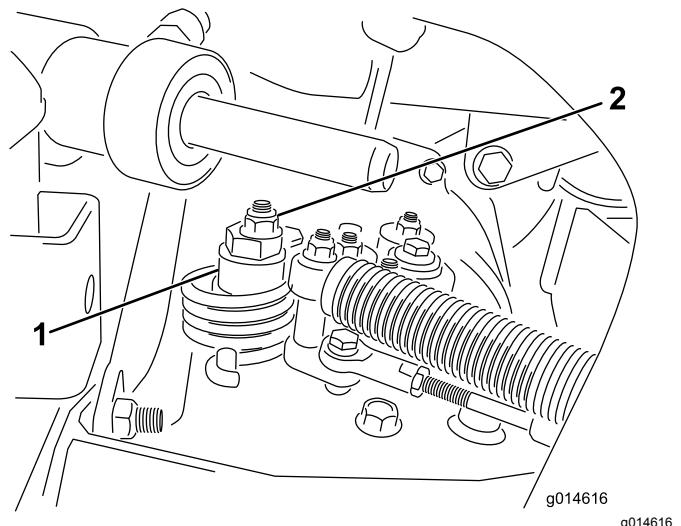

Figura 34
- A. Liberte a porca que fixa o disco excêntrico ao cimo do hidróstato (Figura 34).
- C. Rode o disco excêntrico até eliminar a deslocação em qualquer um dos sentidos. Quando a roda deixar de rodar, aperte a porca, bloqueando deste modo o disco excêntrico e fixando a posição de ajuste (Figura 34). Verifique se o ajuste é o adequado colocando o acelerador nas posições LENTO e RÁPIDO.